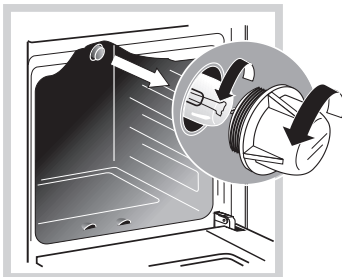

Рис. 22
- Открутите стеклянный плафон (рис.22)